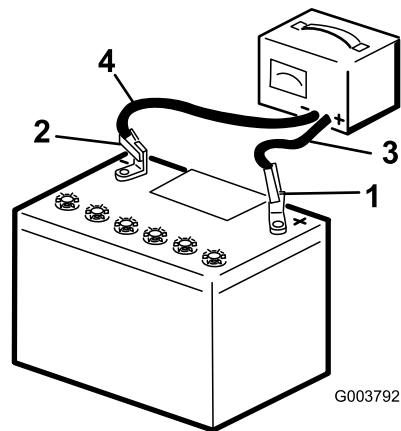

Рисунок 82
3. Подсоедините положительный провод зарядного устройства к положительному штырю аккумулятора (Рисунок 82).
4. Подсоедините отрицательный провод зарядного устройства к отрицательному штырю аккумуляторной батареи (Рисунок 82).
6. После полной зарядки аккумулятора отсоедините зарядное устройство от источника электропитания и штырей аккумулятора (Рисунок 82).